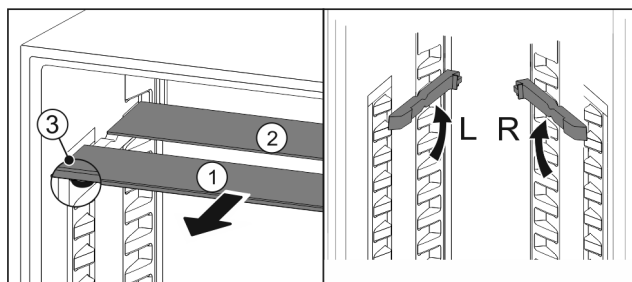

Fig. 82
- ▶ 将玻璃隔板逐个向前拉出 Fig. 82 (1)。
- ▶ 带装饰条的玻璃隔板 Fig. 82 (1)在前。
- ▶ 阻挡装置 Fig. 82 (3)指向下方。